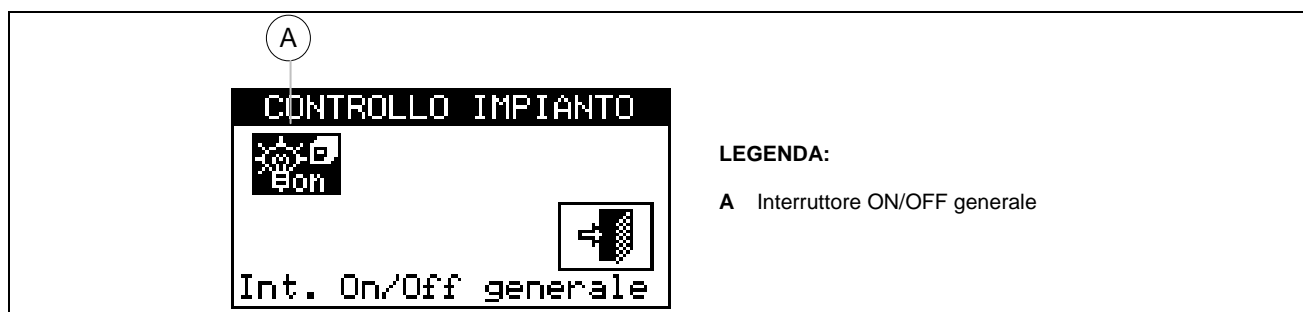

Figura 4 – ESEMPIO DI SCHERMATA CONTROLLO SERVIZIO ACS BASE O SEPARABILE
- 4 - In entrambi i casi (“Controllo Impianto ACS Base” e “Controllo Impianto ACS Separabile”) su display comparirà la schermata visualizzata in Figura 4.